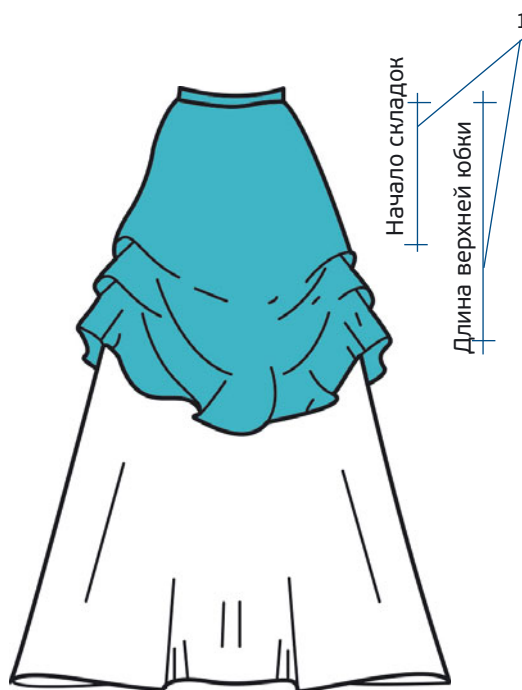
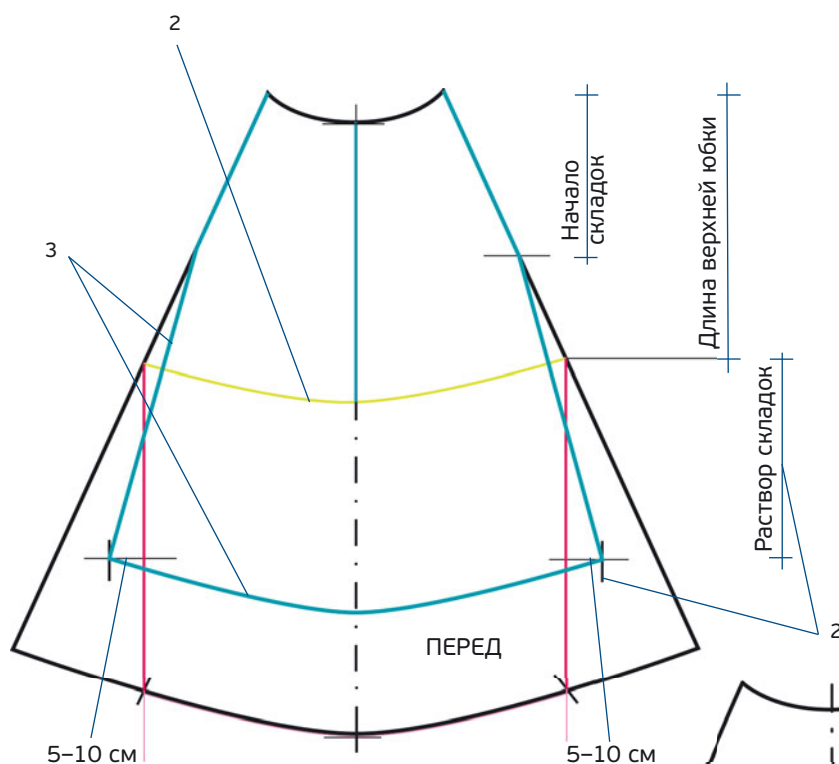

РИС. 1
РИС. 2
1. Наметьте длину верхней юбки и высоту начала складок или сборки в зависимости от вашей модели (рис. 1), затем нанесите эти мерки на окончательную выкройку юбки (рис. 2).
2. Начертите линию низа верхней юбки (рис. 2, зеленым цветом), затем начертите две вертикальные линии до низа (рис. 2, красным цветом), на которые нужно нанести величину складок. Добавьте 5–10 см к ширине верхней юбки по обеим сторонам для того, чтобы ее не стягивать, она должна падать сама.
3. Начертите боковую линию, исходя из начального уровня складок, затем начертите низ верхней юбки параллельно низу юбки (рис. 2, синим цветом).